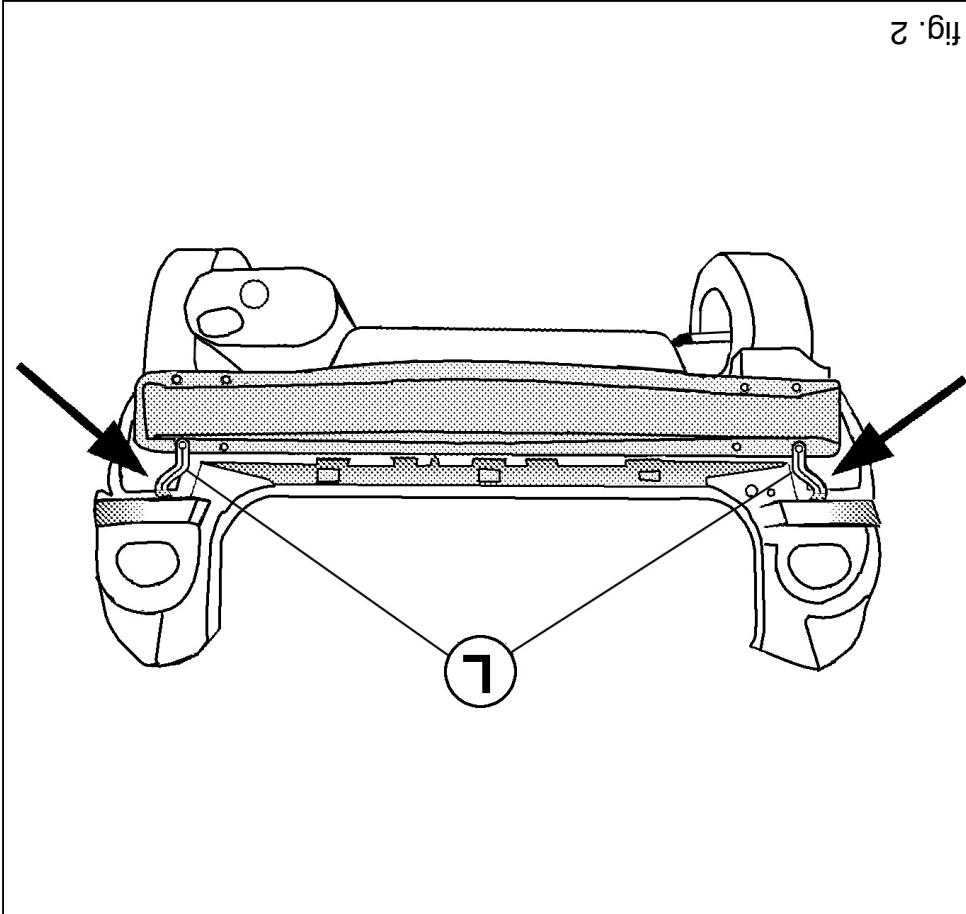

fig. 2
2. Bevestig het bumper-binnenwerk, inclusief de s-vormige steunen L links en rechts t.p.v. de punten A aan de trekhaak d.m.v. vier bouten M8x30 en de originele moeren van het voertuig, zie fig.2. Plaats de contra's B en C volgens schets aan de chassisbalken t.p.v. de bevestigingspunten D van de bumpersteunen en boor nu de voorste bevestigingspunten E aan de onderzijde van de chassisbalken  $\varnothing 13\text{mm}$ . Verwijder de contra's en behandel de geboorde gaten met een anti-roestmiddel
2. Attach the bumper inner fittings including S-shaped supports L left and right to the towbar at points A, using four M8x30 bolts and the original nuts from the vehicle, as shown in fig. 2. Position backplates B and C to the chassis members at points D of the bumper supports, as shown in the sketch, and then drill the foremost mounting point E to a diameter of 13 mm on the underside of the chassis members. Remove the back-plates and treat the drilled holes with a rust retardant.
2. Die Stoßstangeninnenverkleidung, einschließlich S-förmiger Halterungen L links und rechts bei den Punkten A mit Hilfe von vier M8x30-Schrauben und den Originalmuttern des Fahrzeugs gemäß Abb. 2 an der Anhängervorrichtung befestigen. Die Gegenplatten B und C gemäß Skizze bei den Befestigungspunkten D der Stoßstangenhalterungen an die Fahrgestellträger anlegen und jetzt die vordersten Befestigungspunkte E auf der Unterseite der Fahrgestellträger mit einem Durchmesser von 13 mm durchbohren. Die Gegenplatten entfernen und die gebohrten Löcher mit einem Rostschutzmittel behandeln.
2. Przy mocować wyposażenie wewnętrzne zderzaka wraz ze zawiera wsporniki L prawej i lewej stronie o kształcie S, w punktach A na zderzaku, przy pomocy czterech śrub M8x30 i oryginalnych nakrętek z pojazdu, zgodnie z rys. 2. Umieścić przeciwnakrętki B i C według szkicu na ramie podwozia w punktach mocujących D w sporników zderzaka i wywiercić przednie punkty mocujące E na spodzie ramy podwozia [13mm. Usunąć przeciwnakrętki i nałożyć środek antykorozyjny do wywierconych otworów.
2. Fixer la garniture de pare-chocs, y compris les supports L gauche et à droite en forme de S à l'attache-remorque à l'emplacement des points A, à l'aide de quatre boulons M8x30 et des écrous originaux du véhicule, conformément à la fig. 2. Positionner les contre-plaques B et C, comme indiqué sur le croquis, sur les poutres de châssis à l'emplacement des points de fixation D des supports de pare-chocs, et percer maintenant les points de fixation avant E Ø13mm à la partie inférieure des poutres de châssis. Enlever les contre-plaques et traiter les trous forés avec un produit antirouille.